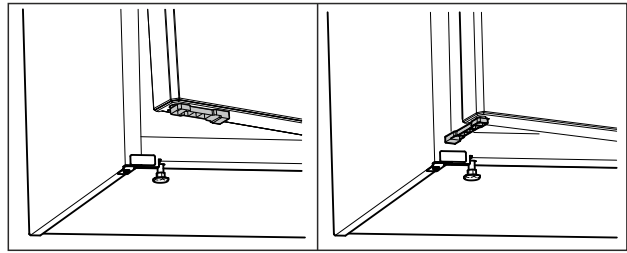

Fig. 67 \*
- ▶ Türabstandshalter um 90° drehen. (siehe Fig. 67) \*